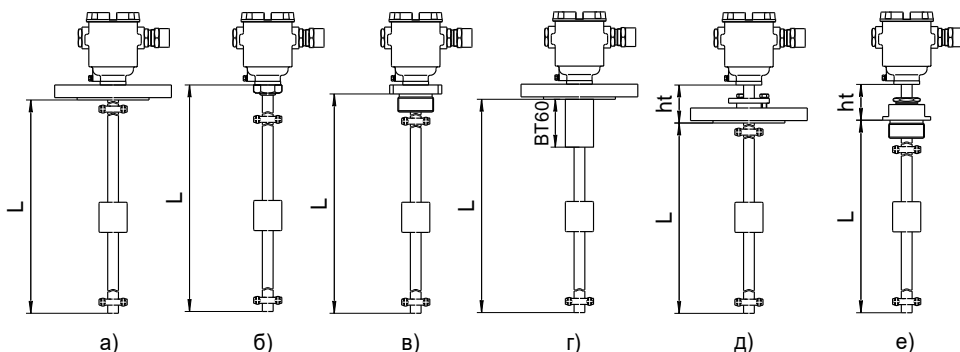

Рисунок 3
2.1.9 ПМП изготавливаются с длиной направляющей в соответствии с 1.2.2. Длина направляющей L – это расстояние от нижней торцевой поверхности направляющей до уплотнительной поверхности устройства крепления (фланца или резьбового штуцера) (рисунок 3). Длина направляющей при заказе указывается в условном обозначении ПМП.
По умолчанию, у ПМП с нерегулируемым устройством крепления устройство крепления приваривается на направляющей вплотную к корпусу (рисунок 3а, 3б, 3в, 3г).
Исполнение с втулкой **ВТ60** (рисунок 3г) применяется для оснащения резервуаров, подверженных при эксплуатации ударам и вибрациям. Конструктивная втулка высотой 60 мм повышает удар- и вибропрочность сварного соединения направляющей с фланцем.
Для исключения воздействия повышенной температуры (определяется заказом) устройство крепления устанавливается на расстоянии ht от корпуса преобразователя (рисунок 3д, 3е).
б) Транспортный вариант (исполнение **Tr**). Выдерживает воздействие МВВФ, соответствующих группе механического исполнения М30 по ГОСТ 30631. Изготавливается с длиной направляющей от 100 мм до 2500 мм и только с фланцевыми нерегулируемыми устройствами крепления. Данный вариант исполнения с длиной направляющей более 500 мм имеет конструктивную втулку ВТ60 (рисунок 3г), повышающую ударо- и вибропрочность сварного соединения направляющей с фланцем.